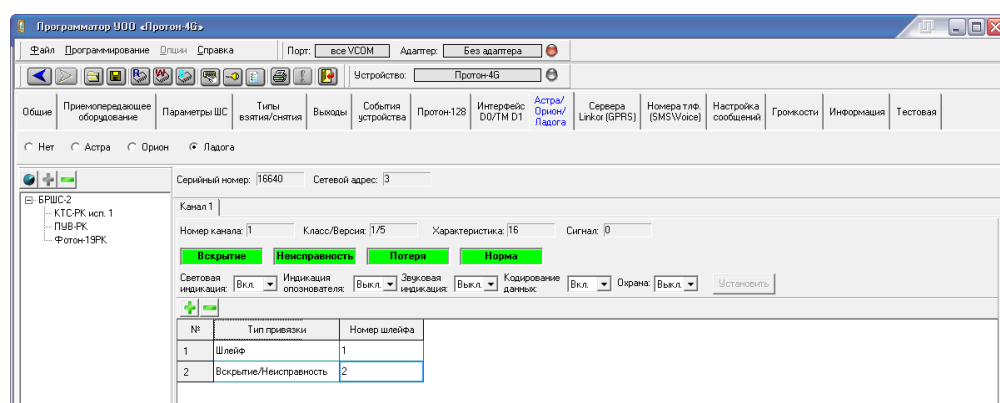

Рисунок 3.51
2) Вскрытие датчика (рис. 3.51).